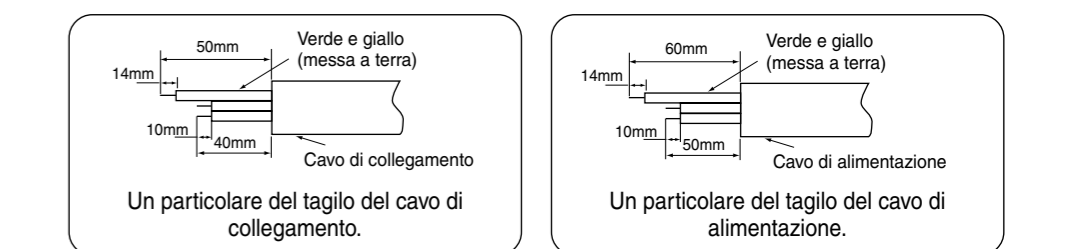

Figura 3-2
- (1) Tagliare il cavo di collegamento ed il cavo di alimentazione, e denudarli nel modo indicato nella Figura 3-2.